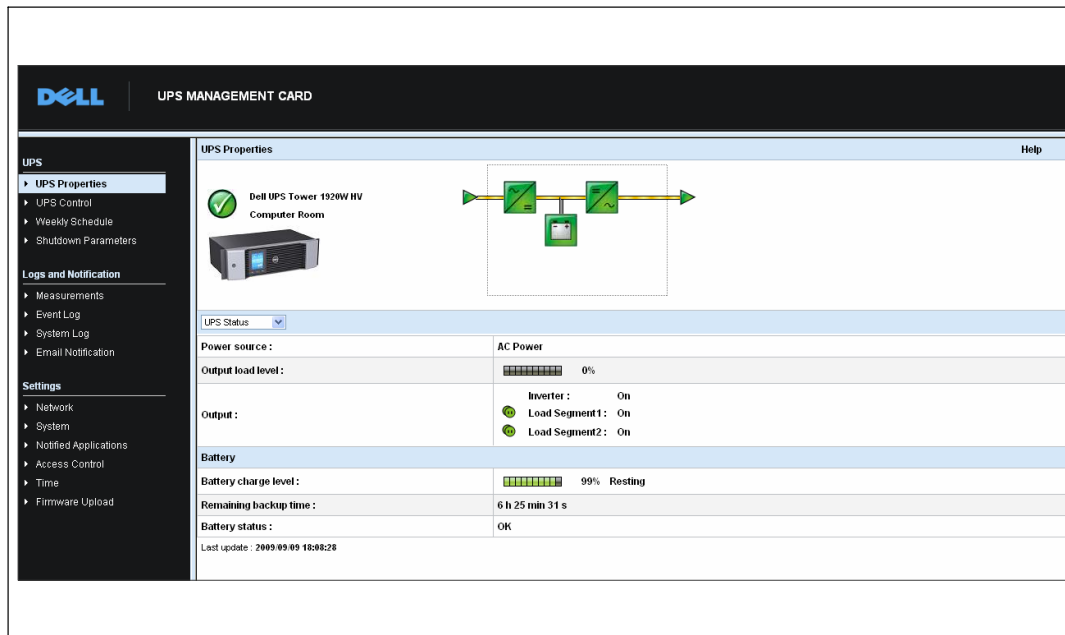

Figure 12. Page d'accueil
- 2 Entrez l'adresse **https://IP address** de la carte (IPv4 ou IPv6) dans la barre d'adresse. La page d'accueil s'affiche (voir la Figure 12).